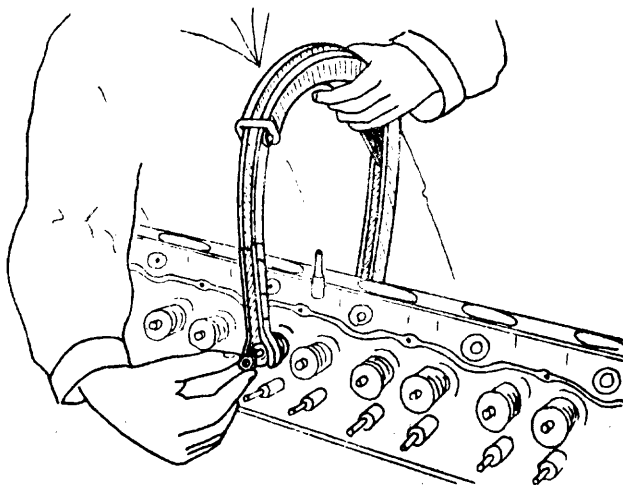

Fig. 1
- a Comprima los resortes de válvulas, ubicando el desmontador entre el platillo de sujeción y la cabeza de la válvula (fig.1) y asegure el desmontador.